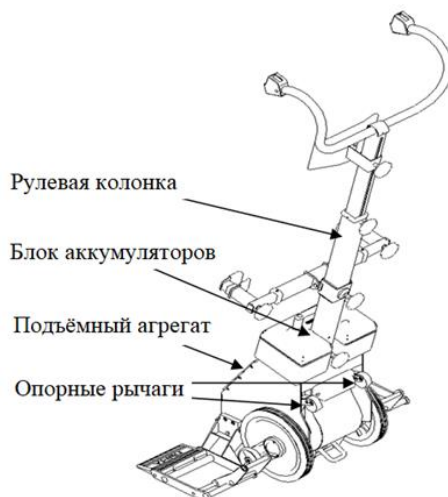
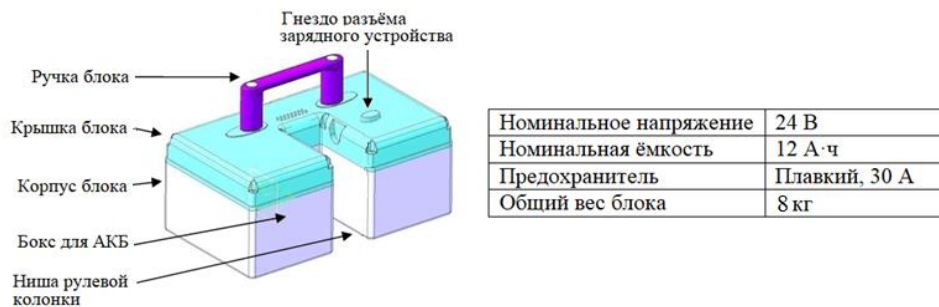

Рис.1. Подъемник Пума-УНИ-160
Рис.4. Блок аккумуляторов
Подъемник Пума-УНИ-160 (Рис.1) предоставляет возможность преодоления ступеней лестничных маршей практически на всех креслах-колясках без необходимости устройства специальных приспособлений. Боковые откидные опоры, предназначенные для размещения на них колёс кресел-колясок, и ручной фиксатор для крепления спинки кресла-коляски позволяют быстро установить и снять кресло-коляску.
Блок аккумуляторов подъёмника (Рис.4) выполняет функцию автономного обеспечения электропитанием систем управления и электродвигателя рабочего механизма и устанавливается на крышке подъёмного агрегата (Рис.1).
Данное руководство рассматривает сборку/разборку подъёмника (Рис.1) только как составных частей на функциональном уровне, с целью сборки для подготовки подъёмника к работе после его транспортировки, или с целью разборки для его транспортировки.
Сборка подъёмника заключается в установке блока аккумуляторов и рулевой колонки на корпус подъёмного агрегата (Рис.1, 2, 4).
- Включить переключатель «вверх/вниз» в положения «-» и «=», нажатием выключателей движения убедиться, что опорные рычаги (Рис.1) плавно вращаются в обоих направлениях, а вкладыши подъёмных рычагов находятся в удовлетворительном состоянии;